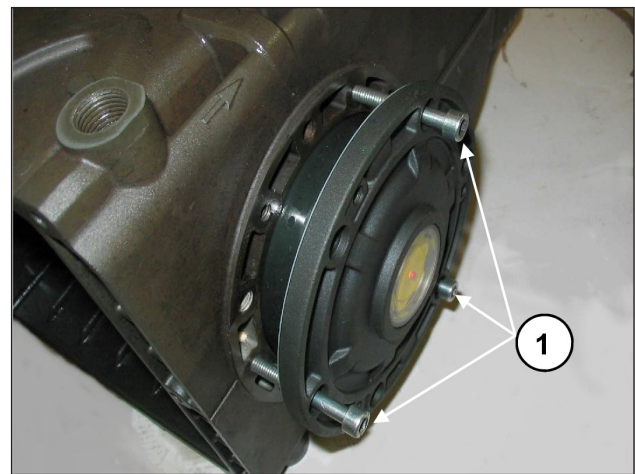

Fig. 8
Pour faciliter l'insertion du premier tronçon et donc l'insertion des couvercles sur le carter, il est conseillé d'utiliser 3 vis M6 x 40 partiellement filetées (Fig. 8, rep. ①) pour ensuite compléter l'opération avec les vis fournies (M6x18).